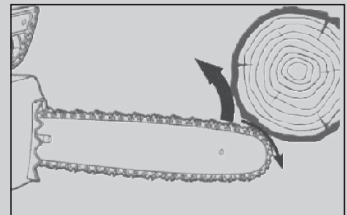

Рис.9
- Настоятельно не рекомендуется производить распил верхней кромкой частью полотна при недостаточном опыте работы с цепными пилами (Рис. 9).